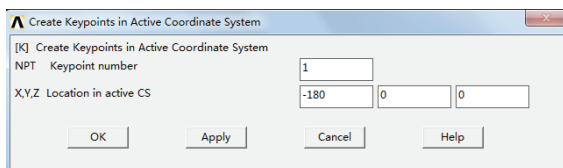

图 2-34 创建关键点对话框
3) 选择 Main Menu | Preprocessor | Modeling | Create | Keypoints | In Active CS 命令, 出现 Create Keypoints in Active Coordinate System 对话框, 在 NPT Keypoint number 输入栏中输入 1, 在 X,Y,Z Location in active CS 后面的 3 个输入栏中分别输入 -180、0、0, 如图 2-34 所示。单击 Apply 按钮, 参照上述的操作过程, 分别输入第 2、3 个关键点的编号及其坐标: